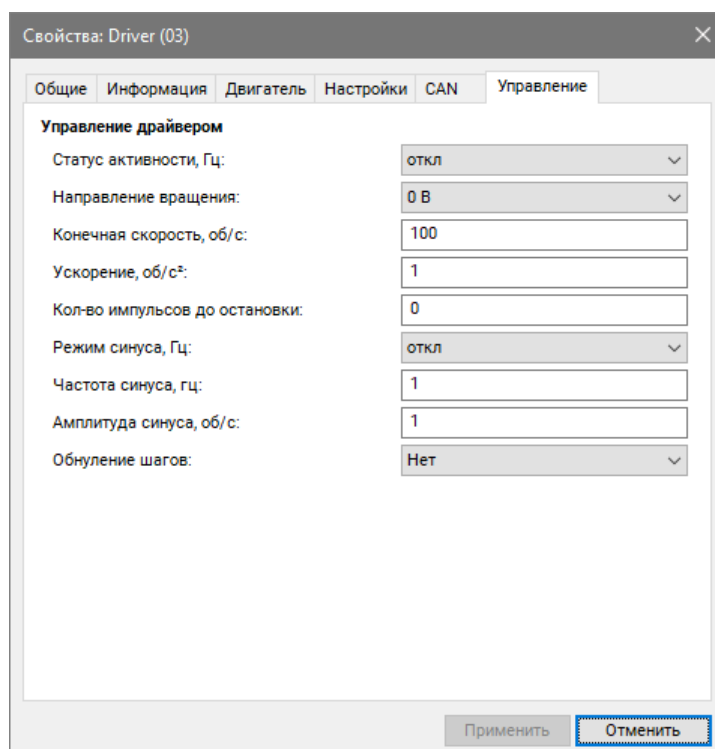

Рис. 2.12 Вкладка «Управление»
- во вкладке «Управление» следует установить параметры в соответствии с *Рис. 2.12*.